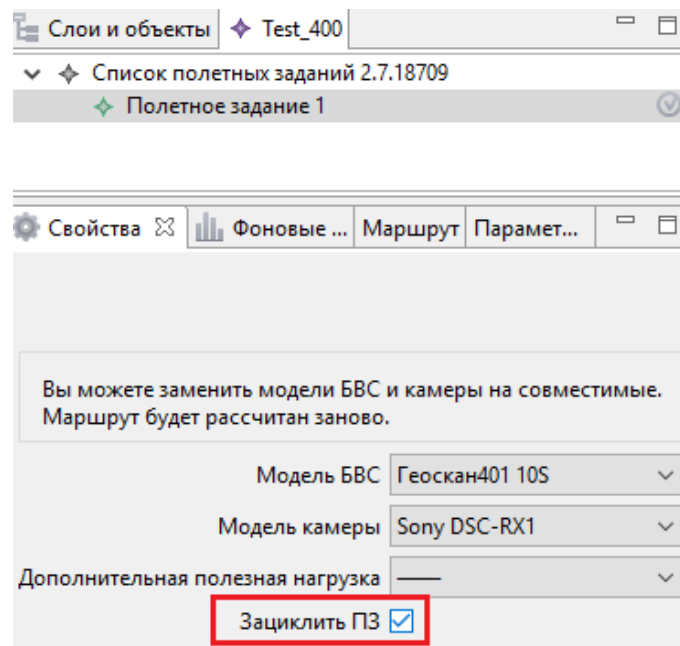

Рис. 42: Зацикливание полетного задания
6. Для этого перейдите в режим  **Эксперт**, выберите текущее полетное задание и активируйте функцию **Зациклить ПЗ** (рис. 42).